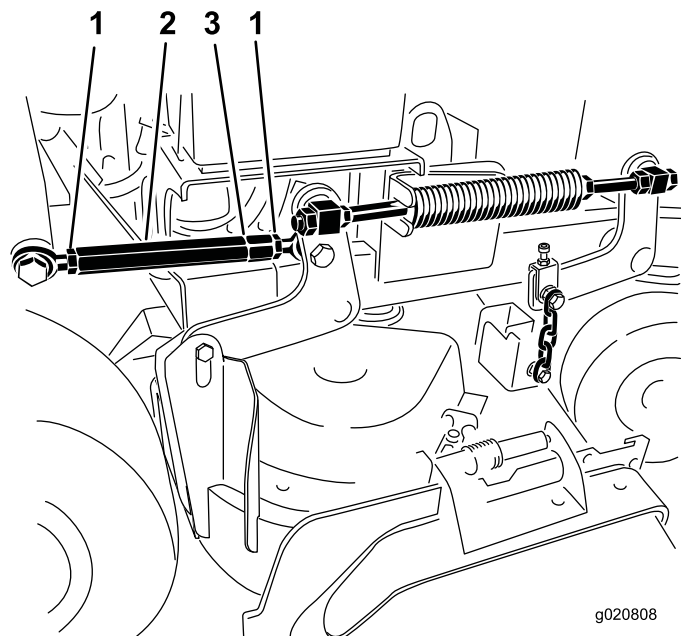

Figura 86
4. Allentate i controdadi a entrambe le estremità del tenditore (Figura 86).
Nota: L'estremità del tenditore con una scanalatura ha filetti sinistrorsi (Figura 86).